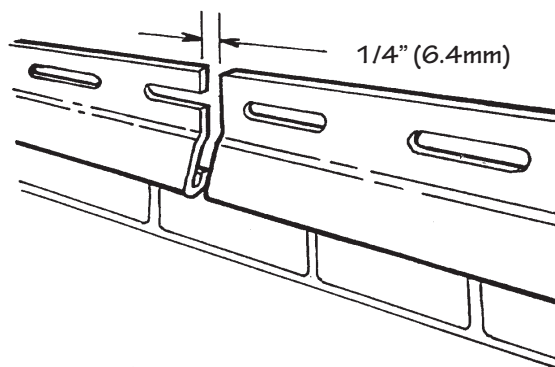

Figura 29.
- Mantenga los extremos de las fajas iniciales por lo menos a 1/4" (6.4mm) de separación para permitir la dilatación (Figura 29).